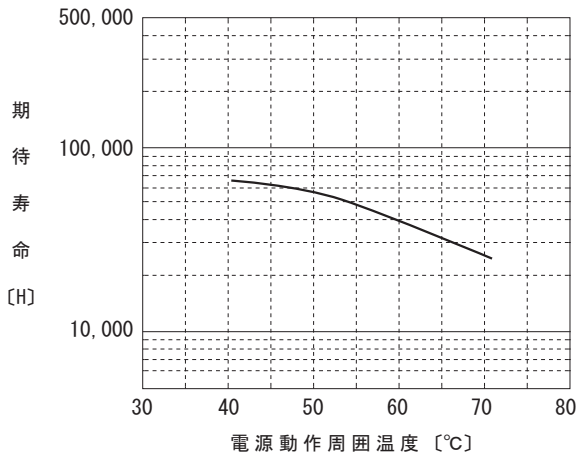

図 4.4 ファン推定寿命
■ 使用条件によってファンの推定寿命 (R (t) =90%) は図 4.4 のようになりますので、ファンは定期的な交換が必要です。ファンユニットはオプションパーツの項をご参照ください。